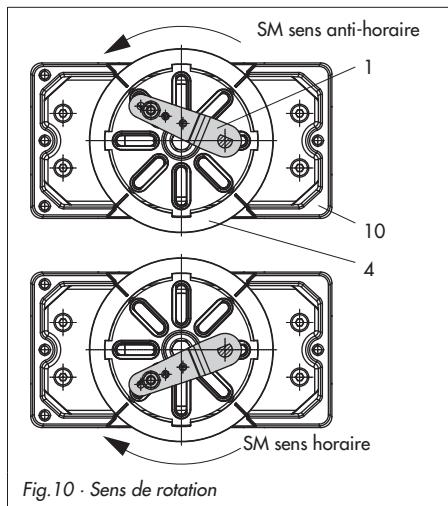

Fig. 10 · Sens de rotation
6. Le cas échéant, monter le bloc manomètres (7) avec les manomètres ou la barrette de raccordement (6) si un embout taraudé G 1/4 est nécessaire. Prendre soin de placer les deux joints d'étanchéité (6.1) au bon endroit.
9. Placer le positionneur sur le boîtier (10) et le fixer. Orienter le levier (1) de sorte que son palpeur pénètre dans la fente correspondante en tenant compte du sens d'action du servomoteur (Fig. 10).